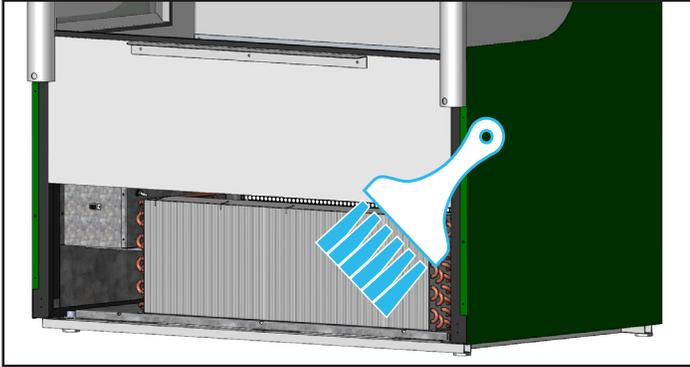

Fig. 4. Nunca cepille las aletas del serpentín.
3. Con un cepillo de cerdas duras, limpie cuidadosamente la suciedad acumulada en las aletas delanteras del serpentín del condensador. Consulte la fig. 4.